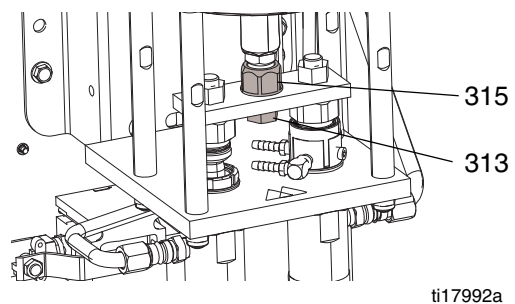

FIG. 1
7. Use una llave para mantener la varilla del pistón en su lugar y retire el adaptador (315) con otra llave. Consulte FIG. 1.
1. Aplique fijador de roscas azul de resistencia media en el adaptador (315). Use una llave para mantener la varilla del pistón en su lugar e instale el adaptador (315) con otra llave. Apriete a un par de 43-51 N•m (32-38 pies-lb). Consulte FIG. 1.